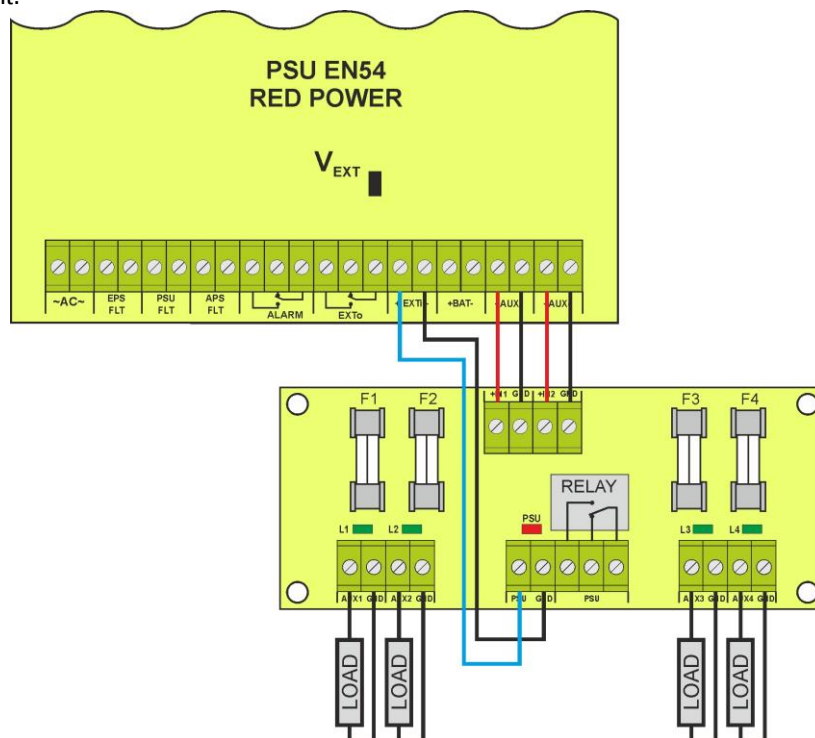

Abb.14. Anschlussweise des Sicherungsmoduls.
- Umschaltung des Relaisausganges PSU auf den spannungslosen Zustand (Kontakte wie in der Abb. 14)